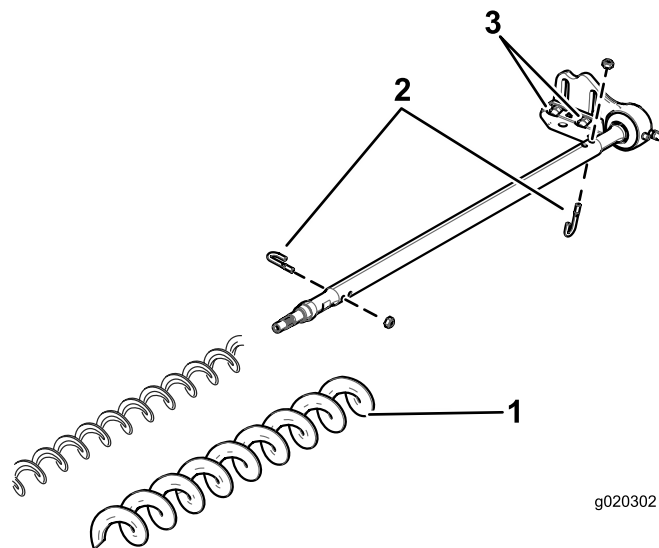

図 32
3. ボルトとナット各 2 を外す 図 32。
4. ブラシシャフトについている既存のブラシを抜き取る 図 32。
5. 駆動側ベアリングハウジングをベアリングハウジング取り付けブラケットに固定しているボルト各 2 本とワッシャおよびナットをゆるめる 図 32。
6. ブラシシャフトに、高刈り用ブラシを取り付ける 図 32。
7. 先ほど外した J ボルトとナット各 2 を使って、ブラシをシャフトに固定する 図 32。